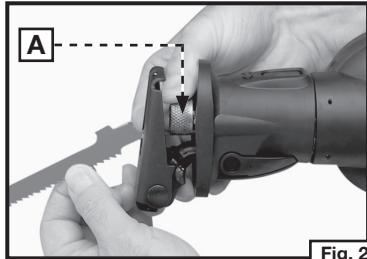

Fig. 2
3. Para abrir el seguro de segueta: gire y sujeté el collar de seguridad de la segueta (A) Fig. 2, en el sentido contrario a las manecillas del reloj (mirando la sierra por encima).